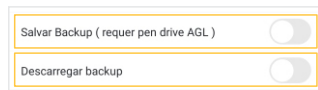

Figura 24
4. En la aplicación, en "**Configuraciones**", seleccione la opción "Guardar backup" (figura 24) y espere a que se guarde la copia de seguridad.